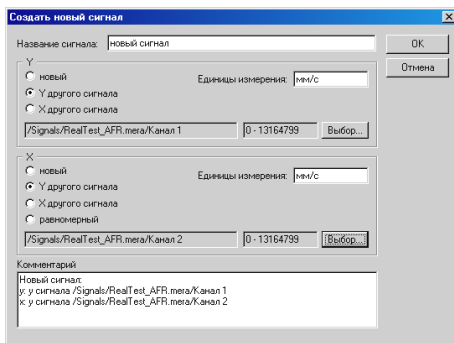

Рис. 7.4. Создание нового сигнала
- В окне, показанном на рис. 7.4, в
- В окне, показанном на рис. 7.4, в поле *Y* отметьте *Y* *другого сигнала*, нажмите кнопку **Выбор...** и укажите исходный сигнал или часть сигнала с помощью окна выбора сигналов (Рис. 3.5).